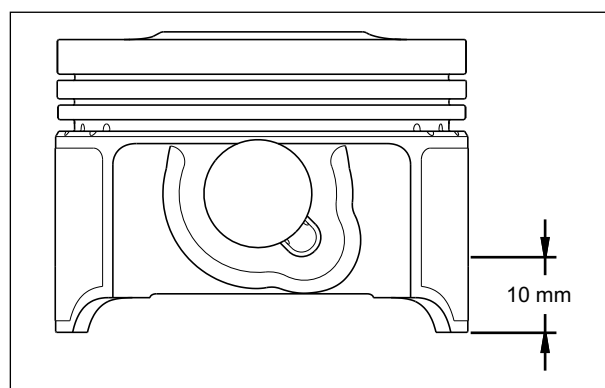

Fig. 3.95
- Meça o diâmetro em ângulo reto com o pino do pistão e em um ponto a 10 mm da parte inferior, para verificar o desgaste. Se o diâmetro for inferior ao limite de uso, substitua o pistão. (Fig. 3.95)